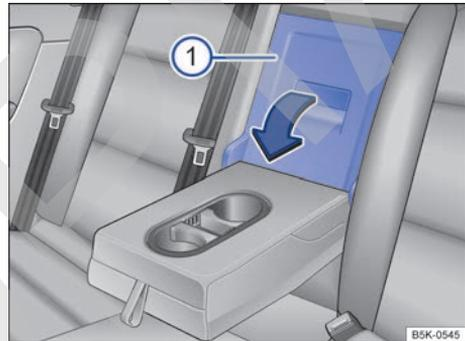

Fig. 163 En el respaldo del asiento trasero: apertura de la trampilla para cargas largas.
- Tire de la palanca de desbloqueo en el sentido de la flecha y abata completamente la tapa de la trampilla → fig. 163 ① hacia delante.